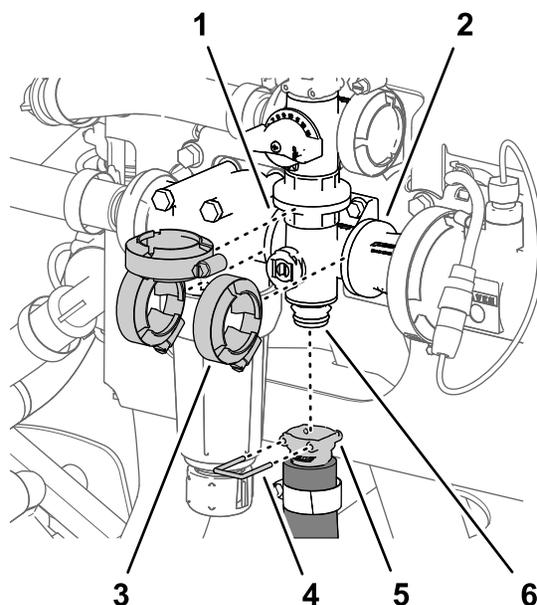

Рисунок 113
1. Снимите штифт быстроразъемного соединения, который крепит быстроразъемный соединитель шланга перемешивания к коллектору клапана перемешивания (Рисунок 113).
2. Снимите 3 фланцевых хомута, которые крепят коллектор клапана перемешивания к фланцам головки фильтра линии нагнетания и переходного соединителя (Рисунок 113).